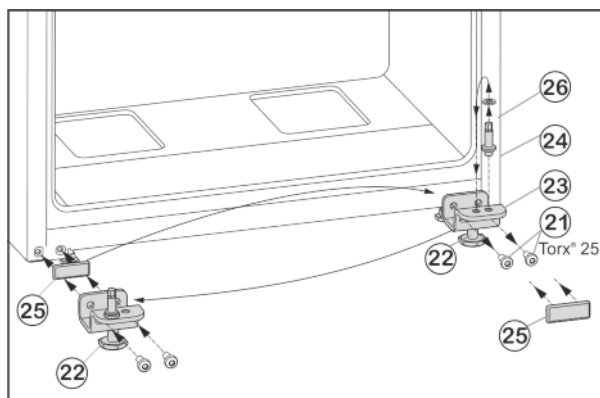

Fig. 7
- ▶ Odkręcić śruby mocujące *Fig. 7 (21)*.
- ▶ Usunąć dolną płytkę zawiasu *Fig. 7 (23)*, wraz z trzpieniem zawiasu *Fig. 7 (24)*, podkładką *Fig. 7 (26)* i nóżką *Fig. 7 (22)*.
- ▶ Odkręcić cały trzpień zawiasu *Fig. 7 (24)* z podkładką *Fig. 7 (26)*, przełożyć do przeciwległego otworu mocującego płytki zawiasu i tam dokręcić.
- ▶ Ostrożnie zdjąć płytkę osłaniającą *Fig. 7 (25)* i przełożyć na przeciwną stronę.
- ▶ Całą dolną płytkę zawiasu *Fig. 7 (23)* wraz z trzpieniem zawiasu *Fig. 7 (24)*, podkładką *Fig. 7 (26)* i nóżką *Fig. 7 (22)* ponownie przykręcić po nowej stronie zawiasu, ew. przy użyciu wkrętarki akumulatorowej (**z siłą 4 Nm**).
- ▶ Założyć dolne drzwi od góry na sworzeń zawiasu *Fig. 7 (24)*.
- ▶ Wykręcić nóżkę *Fig. 7 (22)* przy dolnej płytce zawiasu *Fig. 7 (23)*, aż będzie przylegać do podłoża.